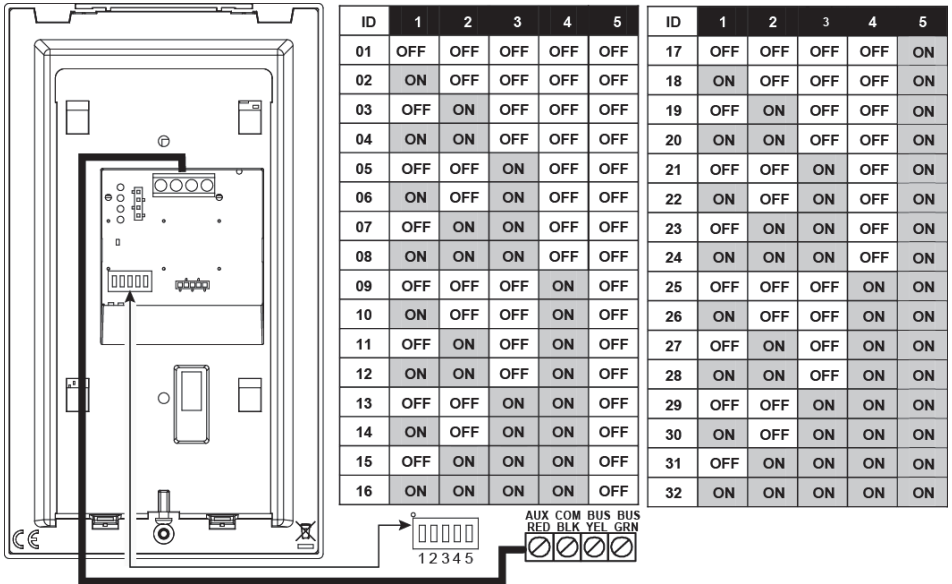

Figura 7
4. Collegare i fili (AUX, COM e BUS) alla morsettiera come illustrato in Figura 7.
Usare i microinterruttori da 1 a 5 per impostare il numero ID di ognuno degli accessori/rivelatori connessi al BUS e quindi anche la tastiera. Fare riferimento alla tabella illustrata in Figura 7.